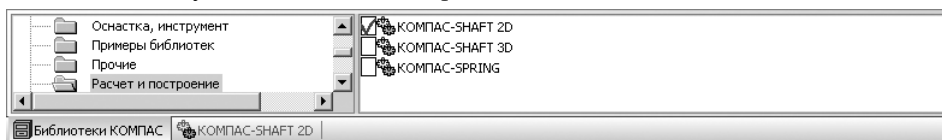

Рис. 5.1. Окно системы управления библиотеками **Менеджер библиотек** с открытыми системами папки (каталога) **Расчет и построение**
- щелкните в левой части окна системы управления библиотеками **Менеджер библиотек** по пункту **Расчет и построение**. В правой части появятся соответствующие системы, см. рис. 5.1;